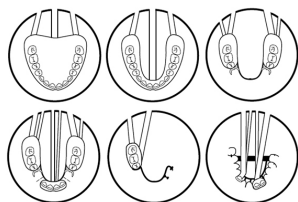

Figure 1. Spruing Techniques
- Maak of plaats gietgaten in de mal van hydrocolloïd of silicone zoals getoond in afbeelding 1.